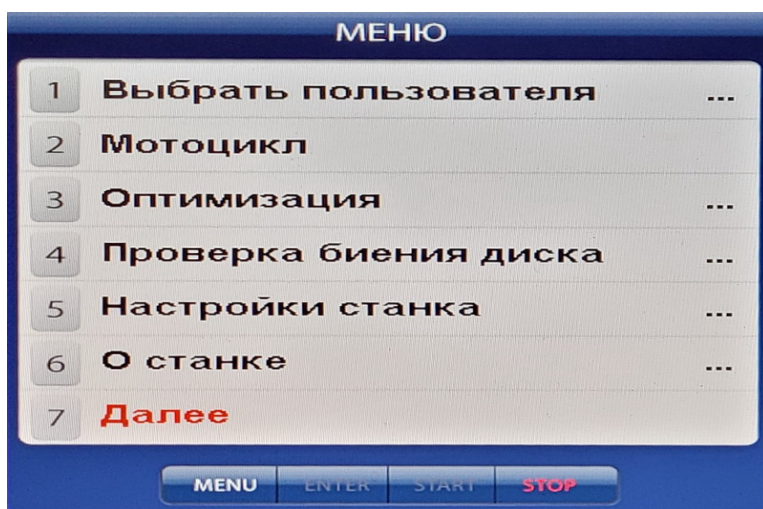
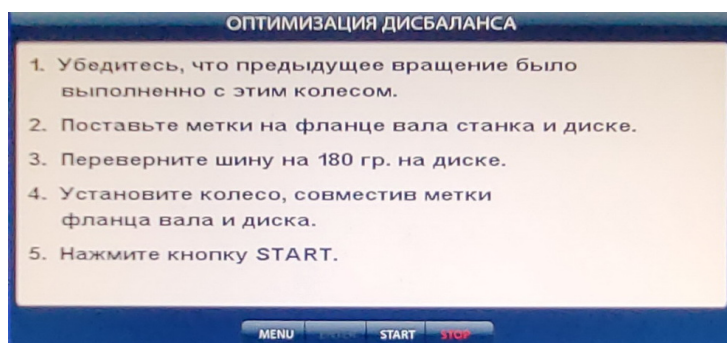
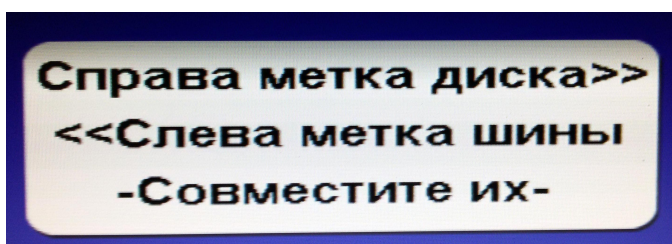

Рис. 14.1.
Рис. 14.2.
Рис. 14.3.
программу «Opt» нажмите кнопку «MENU» после чего на экране монитора появится окно (рис.14.1). Далее выбрать программу «Оптимизация», после чего на экране монитора появится окно (рис.14.2). Далее выполните операции согласно указаниям в этом окне.
14.3. После выполнения п.5 в окне (рис.14.2) на экране монитора появится окно (рис.14.3), а на индикаторах 1 отобразится величина статического дисбаланса колеса, а на индикаторах 4 - величина дисбаланса колеса, которую можно получить после завершения программы «Opt». Поставьте метки на шине и диске согласно указаниям, в окне (рис.14.3).